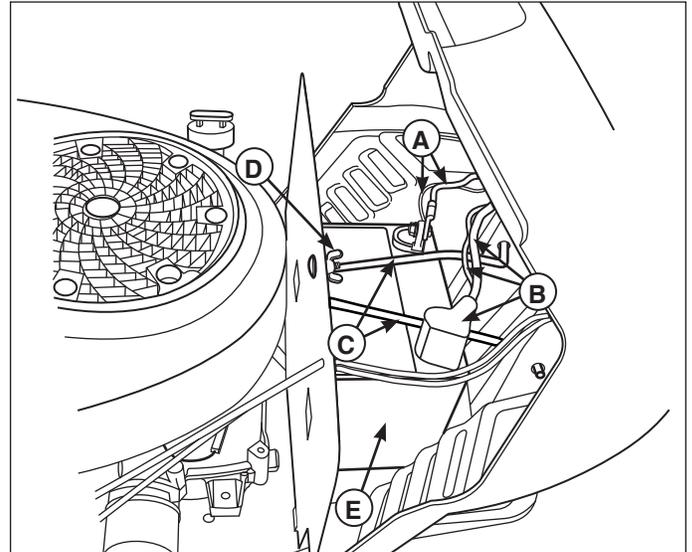

Figure 7. Entretien de la batterie
1. Débrancher les câbles de la batterie, les câbles négatifs en premier (A, Figure 7) puis le cache et les câbles positifs (B).
2. Desserrer l'écrou à ailettes et la rondelle (D).
3. Relever la tige de maintien (C) pour la dégager de la batterie. La bloquer sur la colonne de direction.
4. Déposer la batterie (E).
7. Remettre la batterie (E) en place dans son logement. La fixer avec la tige de maintien (C) et l'écrou à ailettes et la rondelle (D).
8. Rebrancher les câbles de batterie, les câbles positifs et le cache (B) en premier, puis les câbles négatifs (A).